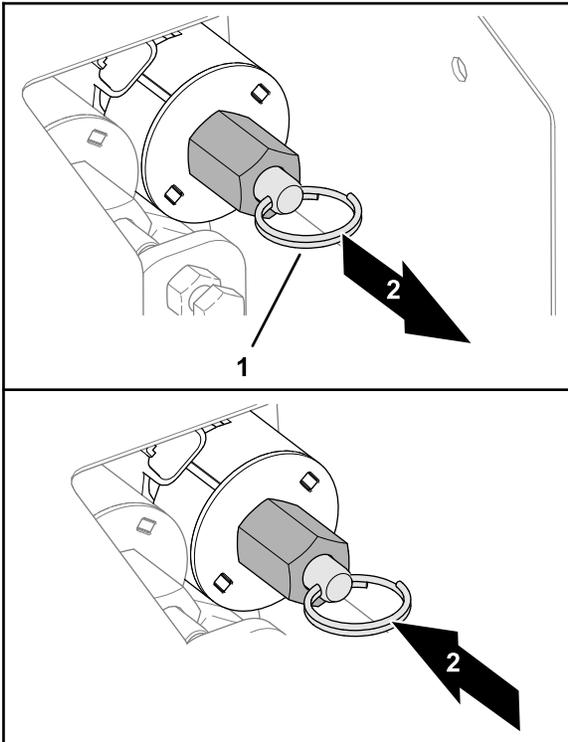

Figura 36
- Para bajar la tolva (Figura 36), tire del anillo en el husillo de la válvula.
- Para elevar la tolva (Figura 36), presione el anillo dividido en el husillo de la válvula.